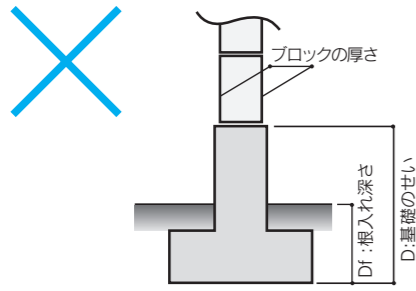
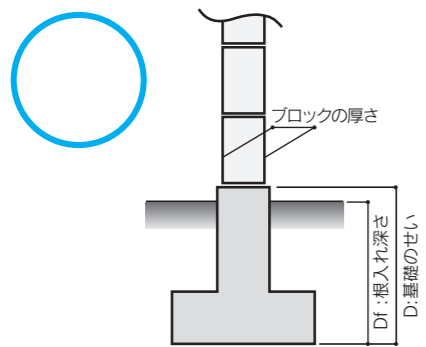

図3-2-2 根入れが不足している危険な基礎
図3-2-3 正しい基礎
- 基礎は、正しいせいで十分な根入れがないと、地震や風(台風)などの力に抵抗することができず倒れてしまいます。必ず、決められたせいと根入れ深さを守ってください(図3-2-2)(図3-2-3)。